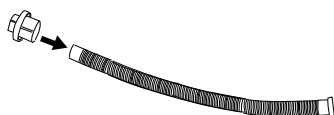
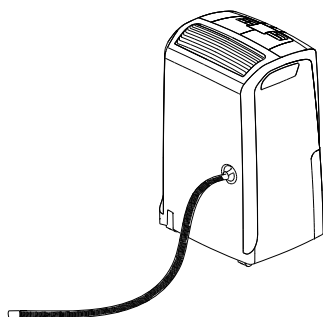

fig. 3
fig. 4
- 2) Enfilez le bouchon de protection **1** jusqu'au fond dans le tuyau d'évacuation des condensats (8) (fig. 3), puis revissez complètement le bouchon de protection sur le bec (fig. 4).